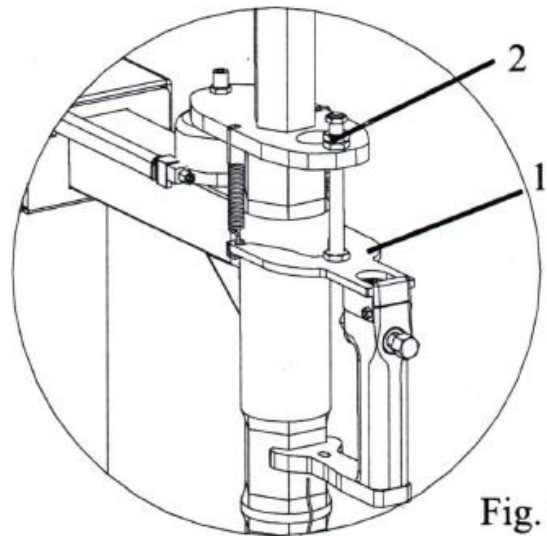

Fig. 7
- Mova a placa de bloqueio (1 / fig.7) verticalmente aparafusando ou desaparafusando a porca (2 / fig.7) para fazer com que a secção dianteira da cabeça de montagem esteja a 2-5mm do aro conforme mostrado na figura 8 e secção traseira é de 3-5mm a partir do aro como mostrado é a figura 8A.